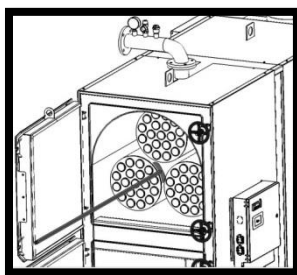

РИС. 52
- Очистить теплообменник и все радиусные элементы котла с помощью очистителя теплообменника (поз 2) «Инвентарь» (рис. 52).